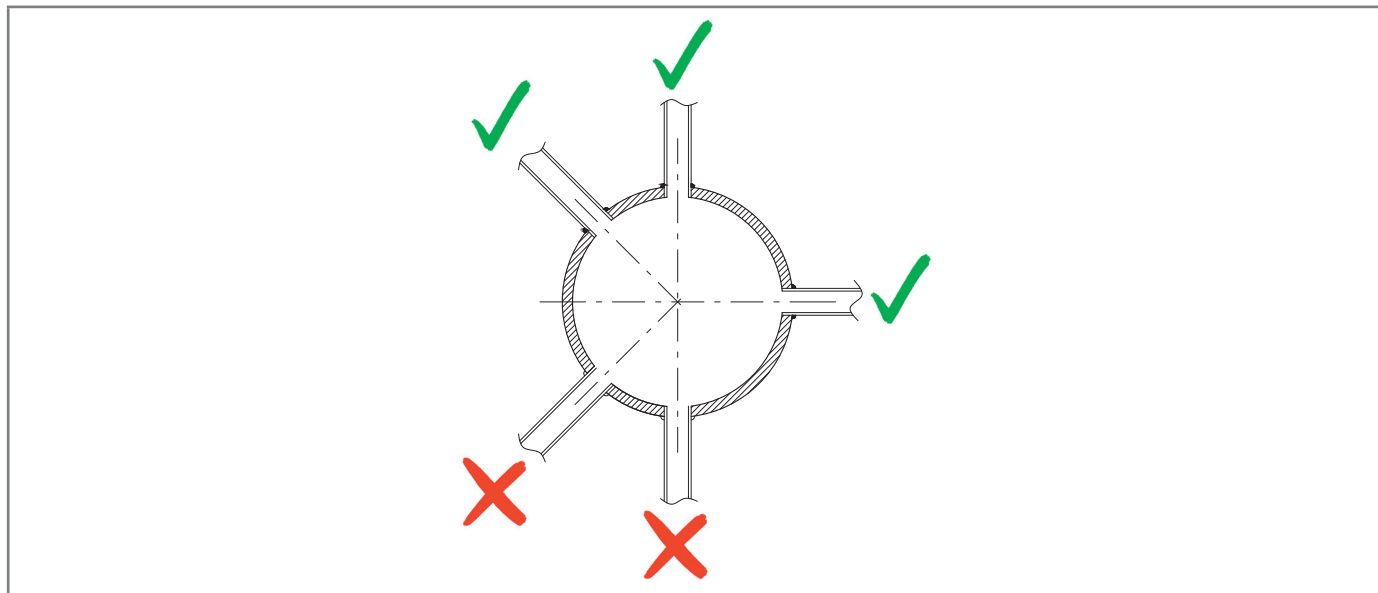

Abb. 6.15. Geschweißte Rohrverbindungen
- die Anschlüsse der pneumatischen Verbindung immer oben oder auf der horizontalen Anschlussachse verschweißt sind (siehe Abb. 6.15);